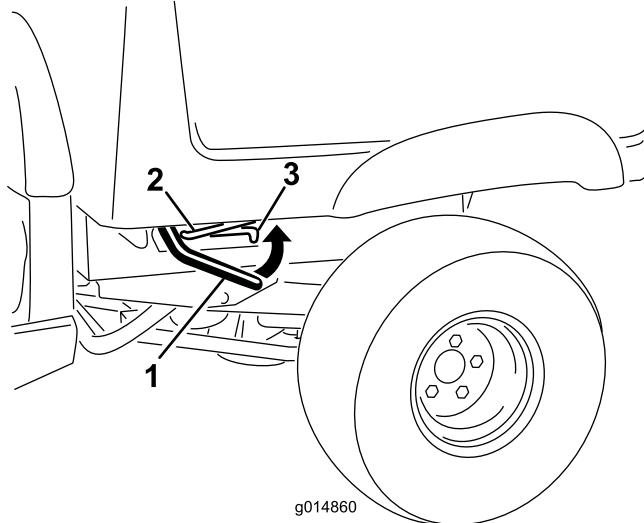

図 1
2. 荷台の右側または左側でレバーを引き上げ、荷台を持ち上げる（図 1）
3. プロップ・ロッドを固定スロットにはめ込んで荷台を固定する（図 1）。